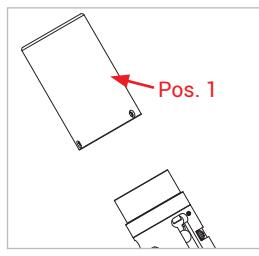

Abbildung 7
- ▶ Ziehen Sie die Stoßschutzhülse (Pos. 1) vorsichtig ab (*Abbildung 7*).